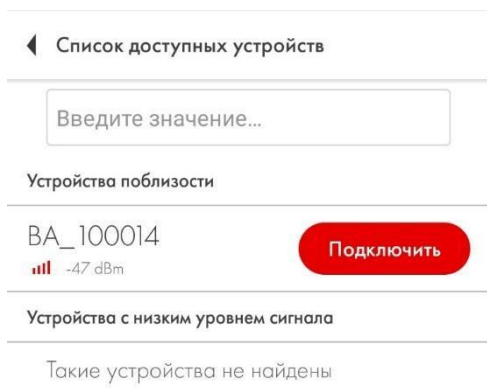

Рисунок 6 – Список доступных устройств
2.3.6 В окне «Список доступных устройств» (рис.6) можно выбрать базу среди найденных устройств или ввести в поле поиска имя базы (написано на лицевой стороне корпуса базы, например, **BA\_100014**).